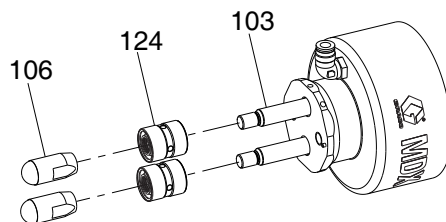

図 8
6. ピストンロッドにグリースを塗布し、U カップ カートリッジ (107) をエアハウジング (102) に対して、U カップの開いた端がエアセクションの反対側を向くように取り付けます。以下を参照してください: 図 8。
7. ピストンロッドのネジ山からグリースを拭き取ります。紫色の嫌気性接着剤 (修理キットに付属) をオスとメスのネジ山に塗布し、ボール (106) を取り付けます。40 ft-lbs (54 N•m) のトルクで締めてください。以下を参照してください: 図 8。